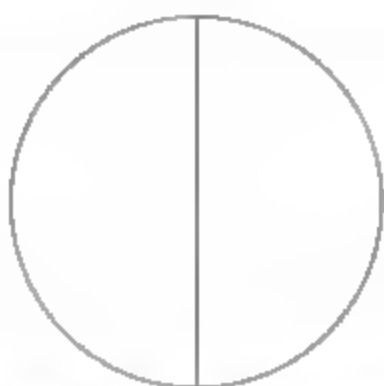

图8-159 绘制线段
- 02 调用L【直线】命令，过圆心绘制直线，如图8-159所示。